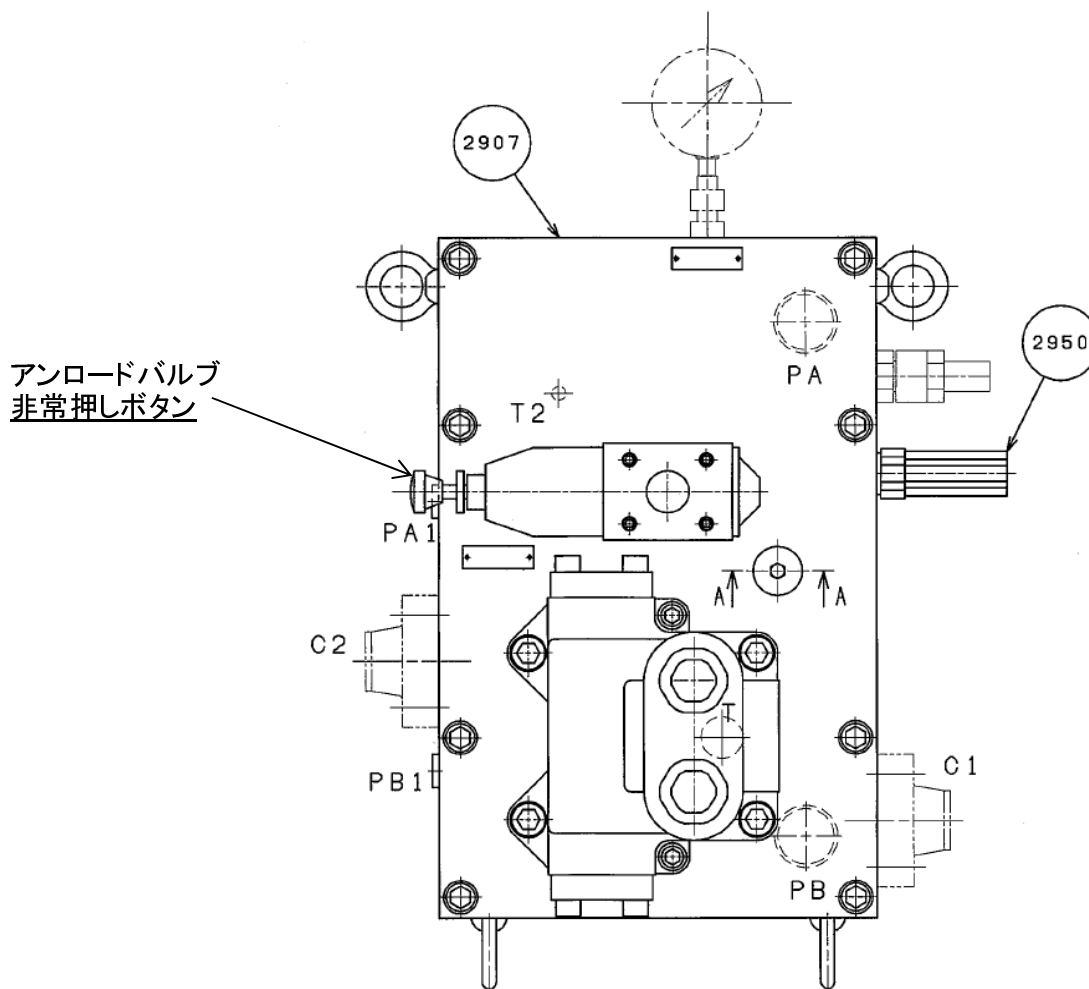

FIG.2 バルブユニット
アンロードバルブ(FIG.2参照)が作動不良なので、各電動機を直ちに停止させ、アンロードバルブを
(FIG.2参照)により圧力を調整のこと。
5. アンロードバルブの非常押しボタン(赤色)を押し込み、ロックナットで固定し(FIG.2参照)、